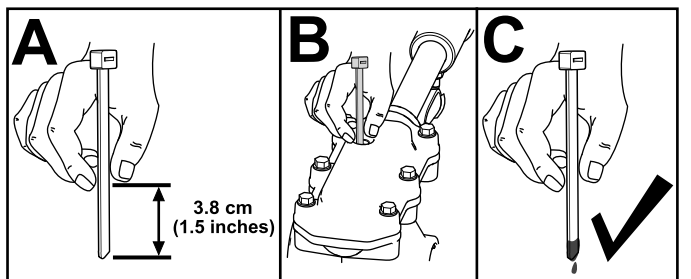

図 34
3. 清潔なケーブルタイなど、適切な測定具を使ってオイルレベルをチェックする。オイルの油面が、注入口より約3.8cm下になるようにする 図 34。